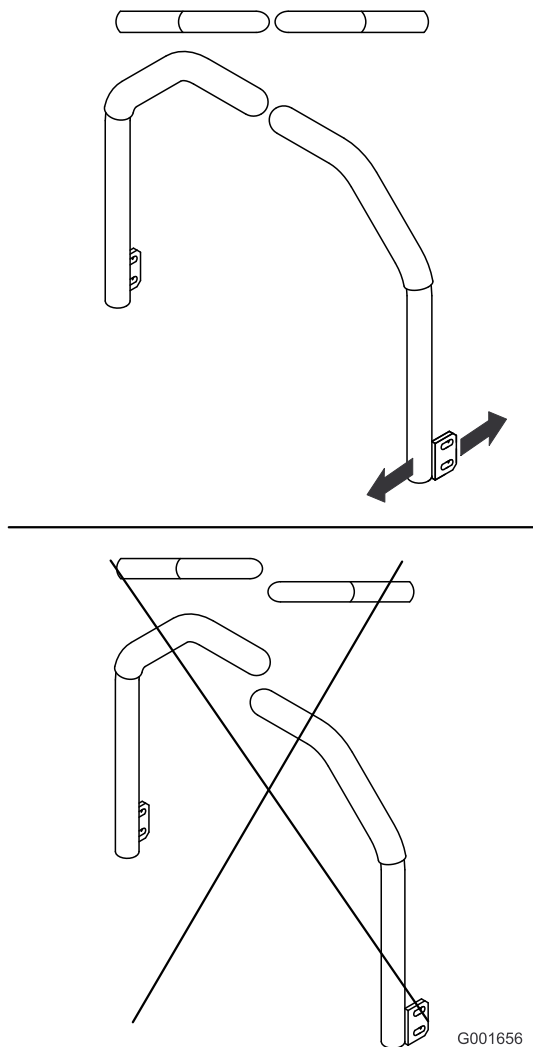

Figure 60
5. Réglez les leviers de commande de sorte à les aligner et serrez les boulons de fixation des leviers aux montants (Figure 60).